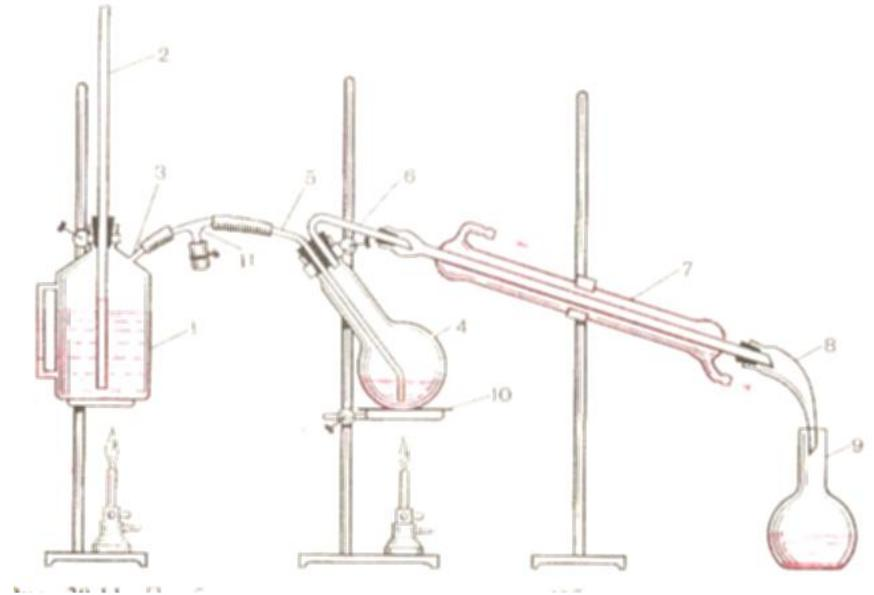

Рис.13. Прибор для перегонки с паром.
Прибор для перегонки с водяным паром (рис. 13) состоит из металлического сосуда парообразователя (1), снабженного предохранительной трубкой (2) и патрубком (3) для отвода пара, круглодонной перегонной колбы с длинным горлом (4), пароподающей (5) и пароводной (6) трубок, длинного (не менее 50 см) холодильника (7), алонжа (8) и приемника (9).